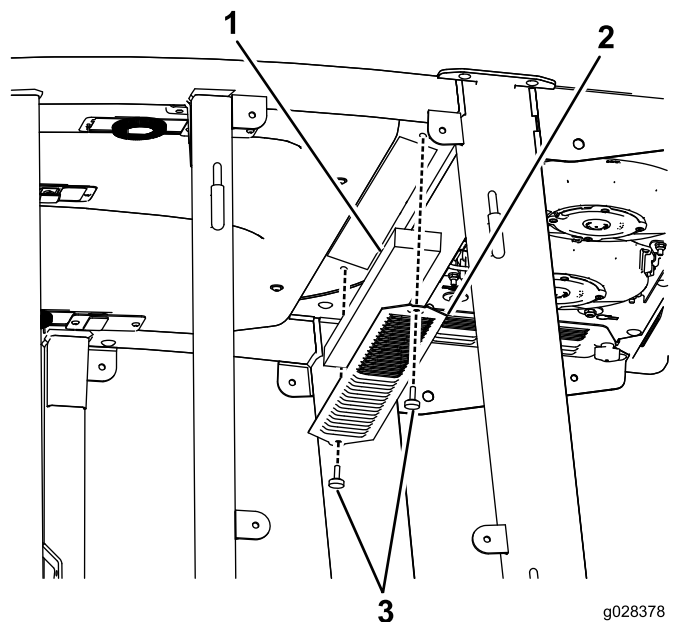
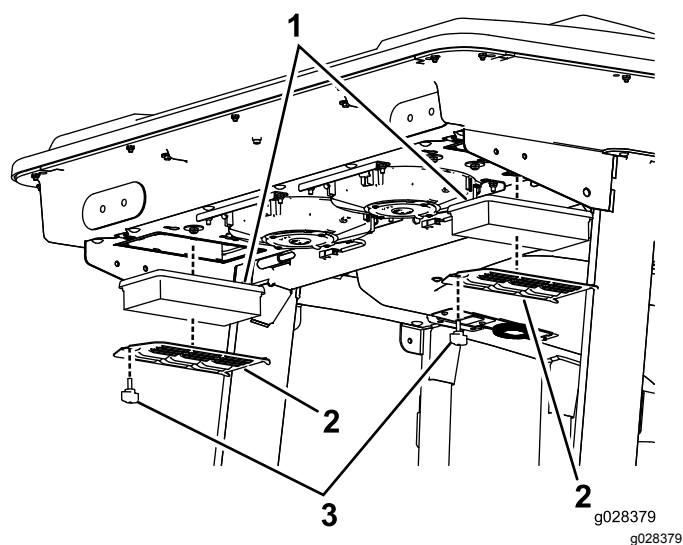
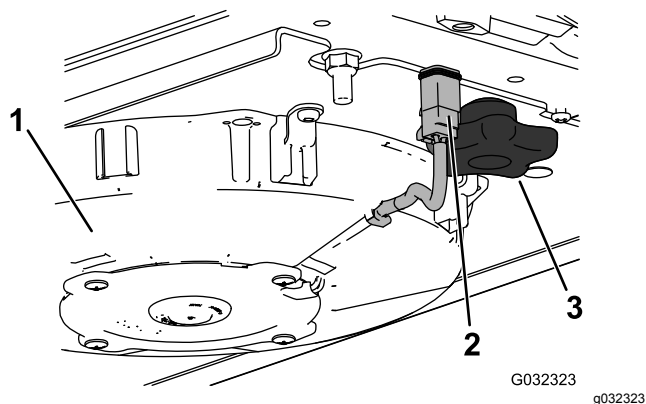
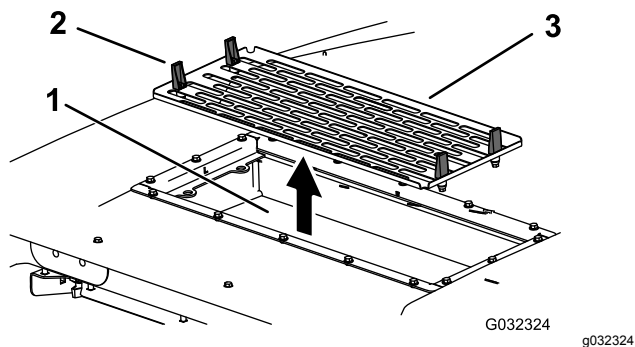

Рисунок 142
Рисунок 143
Рисунок 145
Рисунок 146
1. Выверните винты и снимите решетки у салонного и заднего воздушных фильтров кабины (Рисунок 142 и Рисунок 143).
5. Снимите воздушные фильтры (см. Рисунок 143).
7. Установите воздушные фильтры, сетку и вентилятор в сборе (Рисунок 143, Рисунок 145 и Рисунок 146).
8. Подсоедините провод к каждому вентилятору (Рисунок 145).